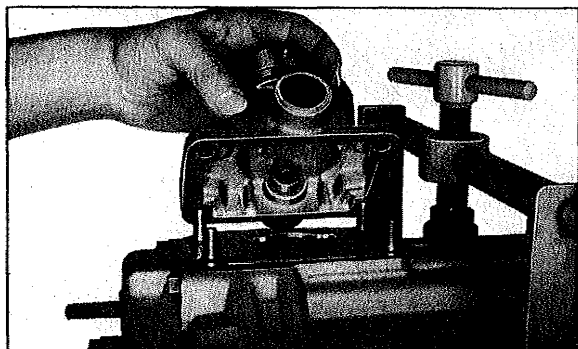

Fig. 58
Mettre le joint (618) et la plaque de butée (617) sur le carter. Poser ensuite le boîtier de commande (616) sur le joint (fig. 58). Visser les écrous hexagonaux (102) en intercalant les rondelles élastiques (103) sur les goujons prisonniers; puis, les serrer à un couple de 20 à 25 N.m (2,0 à 2,5 kg.m).